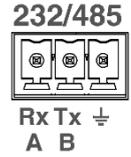

Ilustración 9: Puerto serie integración
En la parte inferior de la pantalla de configuración de la ilustración 9 se puede ver cómo hay un campo para la actualización del firmware. La operativa es la siguiente:
4. Una vez actualizado y reiniciado el equipo, se volverá a mostrar la pantalla de configuración inicial de la ilustración 9 con el nuevo firmware ya ejecutándose.